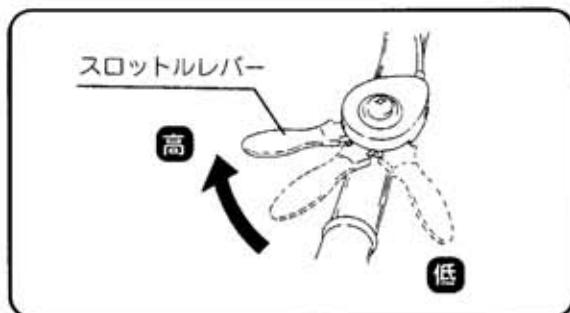

図13
- ④ スロットルレバーを【高】の方に少し開いてください。(図13)